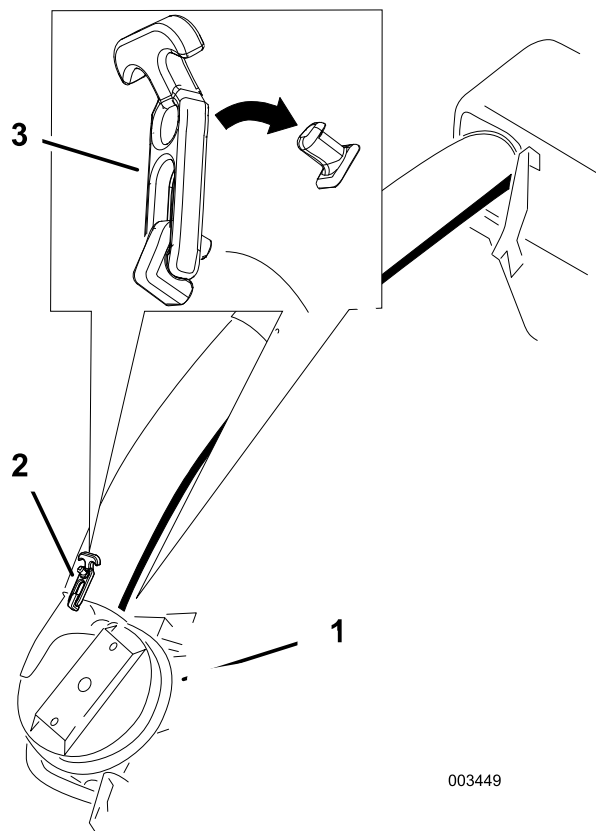
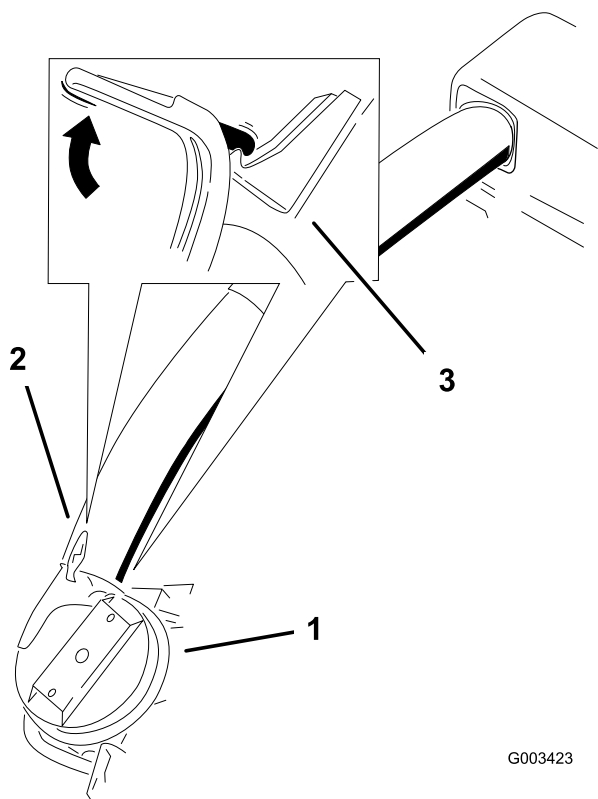

Figure 27
Figure 28
9. Glissez le tube inférieur sur l'adaptateur et verrouillez-les ensemble (Figure 27 ou Figure 28).